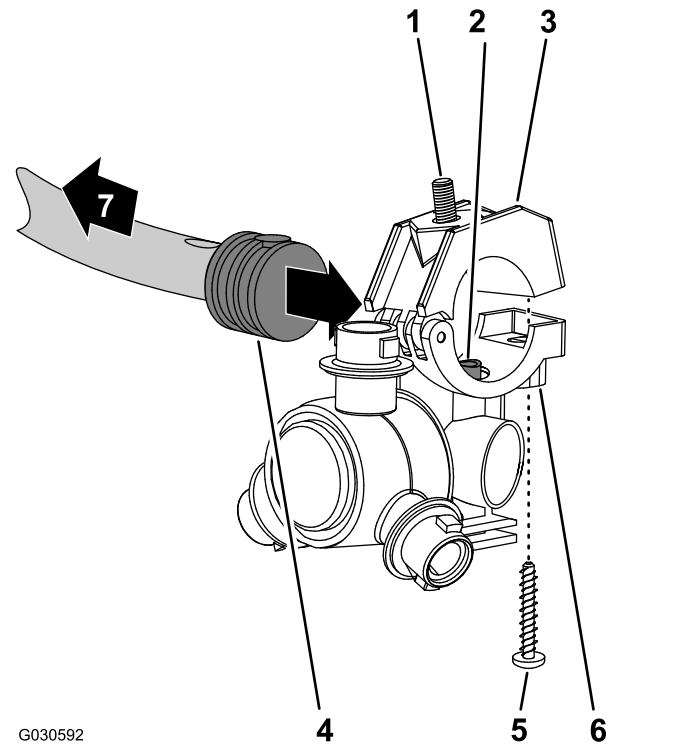

Figura 131
- Alinee el tubo de transferencia del soporte de una boquilla de fumigación (Figura 131) con el orificio del lateral del conector de manguera de dentado simple (13 mm).
- Cierre la mitad superior de la abrazadera alrededor del conector de manguera dentado y sujete la mitad de la abrazadera y el cuerpo de la boquilla de fumigación (Figura 131) con el tornillo de acero inoxidable (N° 12 x 1-1/4"); apriete el tornillo de acero inoxidable a entre 14 y 18 N·m.